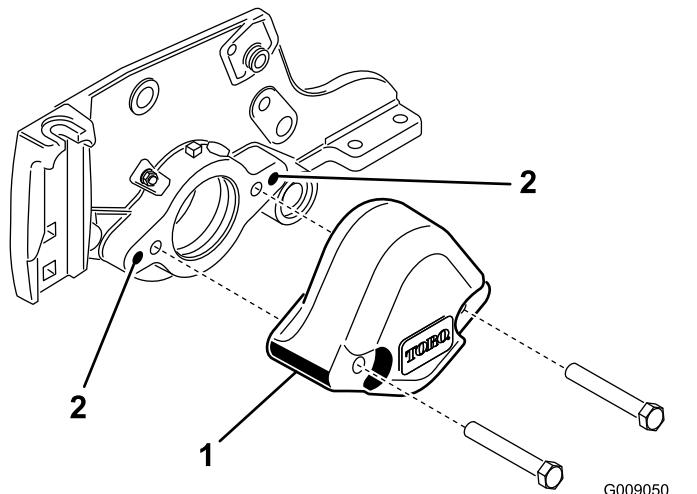

Bild 5
4. Entfernen Sie mit einem Gewindebohrer (3/8-16) den Lack in den äußeren Befestigungslöchern in der Seitenplatte (Bild 5).
3. Nehmen Sie die zwei Schrauben ab, mit denen das Gegengewicht links hinten an der Schneideeinheit befestigt ist. Entfernen Sie das Gegengewicht (Bild 5).